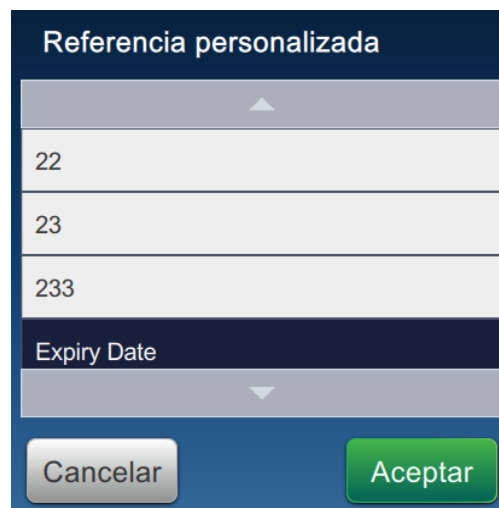

Figura 6-12. Lista Referencia personalizada
8. Seleccione Expiry Date (Fecha de caducidad) en la lista Referencia personalizada, como se muestra en la Figura 6-12.
14. Seleccione Fecha de caducidad en la lista Referencia de campo personalizada, como se muestra en la Figura 6-12.